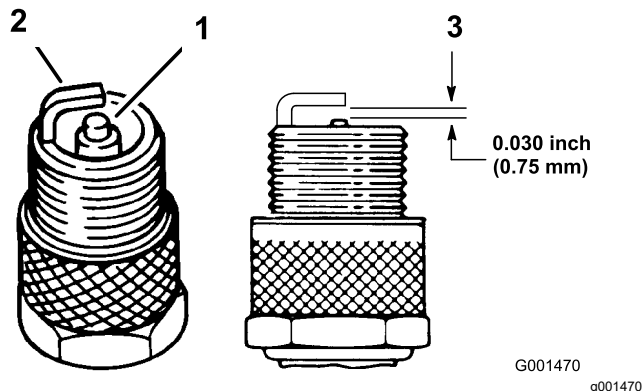

Figura 24
1. Mire la parte central de las bujías (Figura 24). Si se observa un color gris o marrón claro en el aislante, el motor está funcionando correctamente. Si el aislante tiene un recubrimiento negro, significa que el limpiador de aire está sucio.
2. Compruebe la separación entre los electrodos central y lateral (Figura 24). Si la distancia no es correcta, doble el electrodo lateral (Figura 24).
3. Conecte los cables a las bujías (Figura 24).